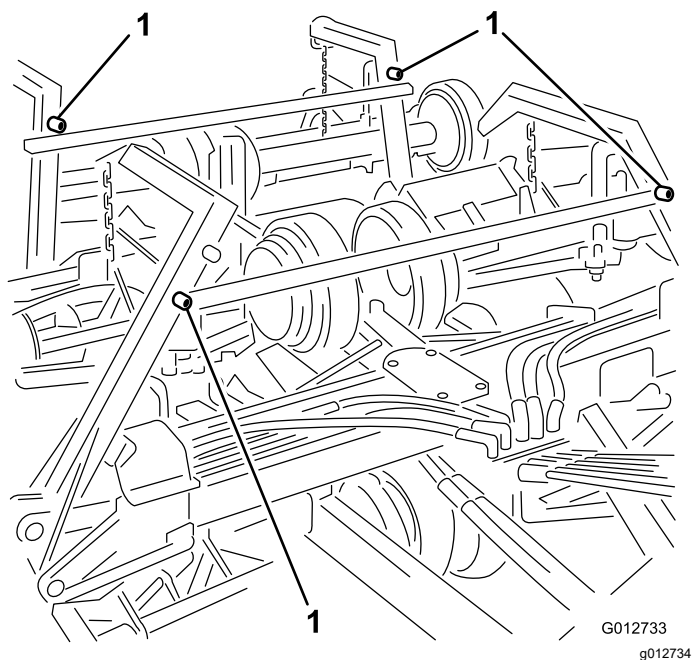

图 20
2. 将运输箍带安装到提升臂的安装销上并用发卡销固定 图 20。